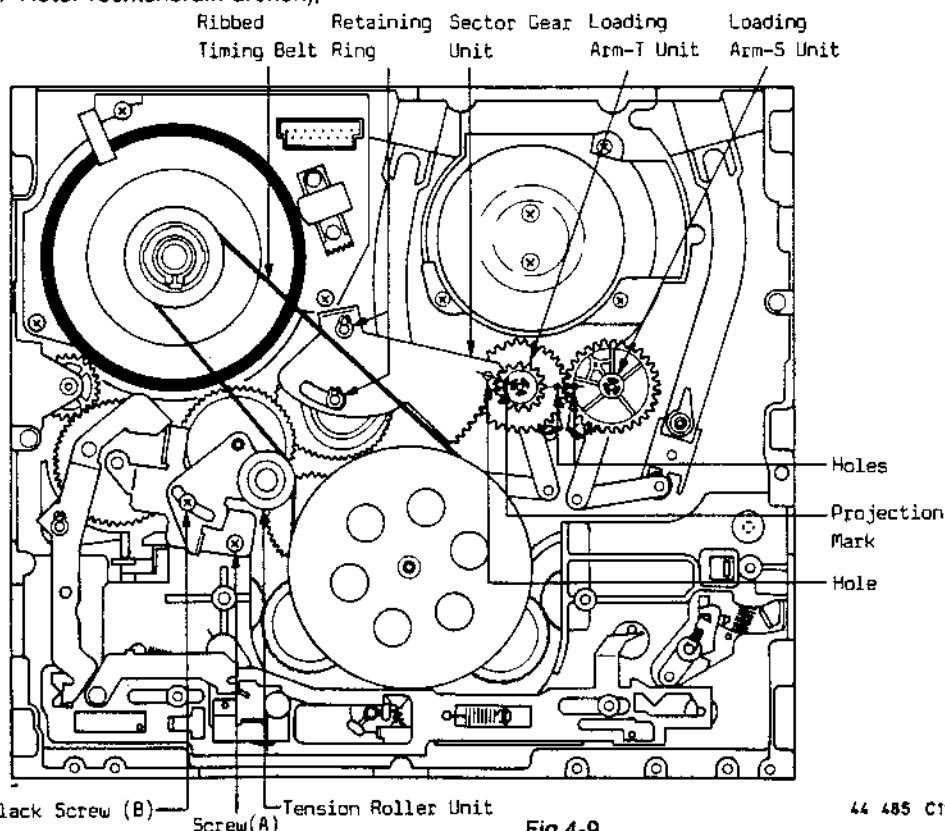

Fig.4-9
- anschließend die Einfädelzahnäder (T) Pos. 138(2) und (S) Pos. 143(2) so montieren, daß das Loch im Einfädelzahnrad (T) genau auf einer Linie mit dem Loch im Einfädelzahnrad (S) liegt, siehe Fig. 4-9.
- Das Sektorzahnrad Pos. 141(2) so montieren, das das Loch im Sektorzahnrad mit der Markierung auf dem Einfädelzahnrad (T) fluchtet. Anschließend die Sicherungsringe 5322 530 74076 einbauen.
- Die Andruckrolle Pos. 108(2) für den Antriebsriemen sowie die SS-Bremsanlage Pos. 105-107 montieren. Anschließend die Schrauben festdrehen.